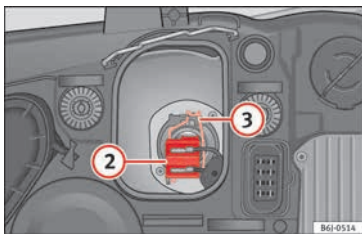

Abb. 100 Abblendlicht
- Ziehen Sie den Stecker » Abb. 100 ② von der Lampe ab.
- Nehmen Sie die Haltefeder » Abb. 100 ③ durch Eindrücken und Rechtsdrehung ab.